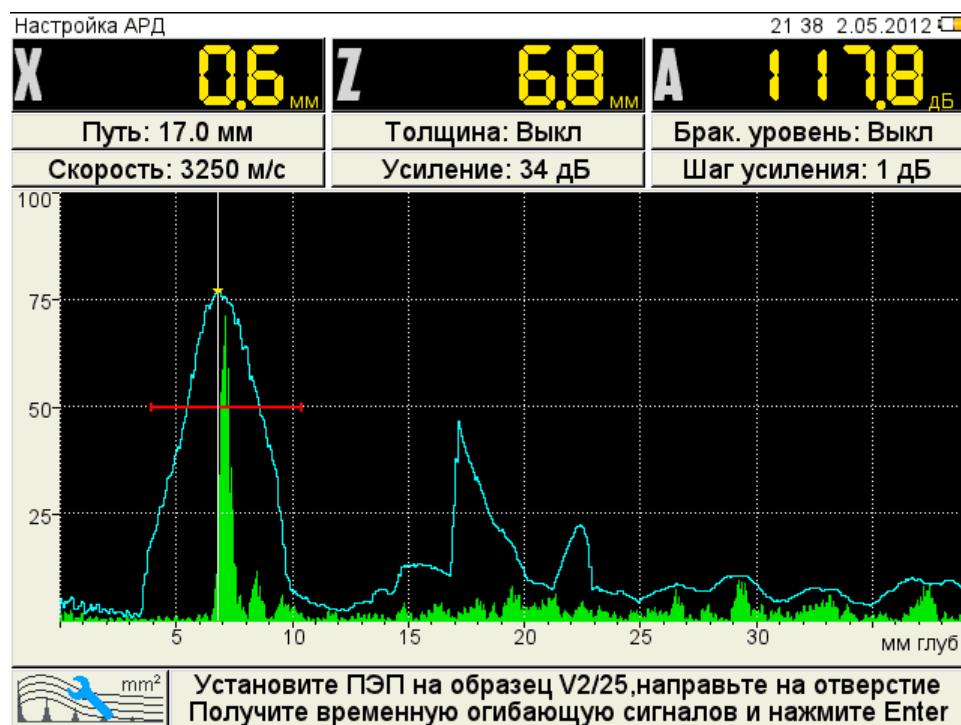

Рисунок 22
- перейти на строку с выбранным типом амплитудной коррекции АРД и нажать  . Откроется окно настройки АРД (рисунок 22).